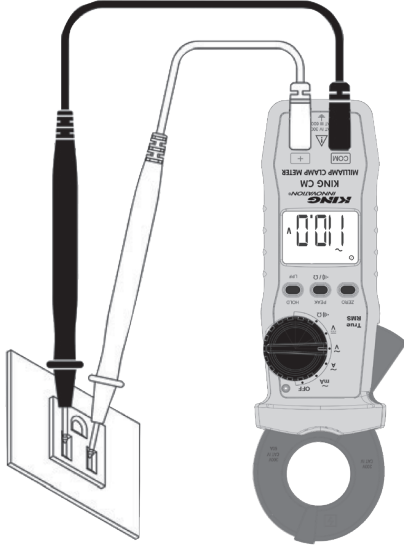

Fig. 1 Medición normal:
(1) Coloque el selector en el rango deseado. La corriente a medir debe estar dentro del rango de medición.
(2) Medición normal (ver Fig. 1):